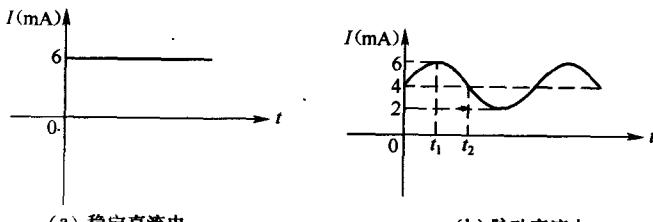

图 1-8 直流电
① 稳定直流电是指方向固定不变并且大小也不变的直流电。稳定直流电可用图 1-8 (a) 所示直线表示，图 1-8 (a) 中稳定直流电的电流 I 的大小始终保持恒定（始终为 6mA），在图中用直线表示，方向保持不变（电流始终从电源正极流向负极），图中的直线始终在横坐标轴 (t 轴) 上方，表示电流的方向始终不变。
② 脉动直流电是指方向固定不变，但大小随时间变化的直流电。脉动直流电可用图 1-8 (b) 所示曲线表示，从图中可以看出，脉动直流电的电流 I 大小随时间作波动变化（如在 t_1 时刻电流为 6mA，在 t_2 时刻电流变为 4mA），在图中用曲线表示；方向始终不变（电流也是始终从电源正极流向负极），图中的曲线始终在横坐标轴 (t 轴) 上方，表示电流的方向始终不变。